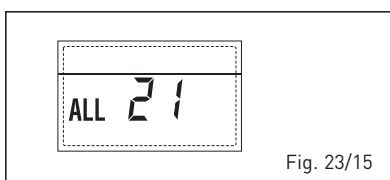

Fig. 23/15
- INTERVENTO TERMOSTATO SICUREZZA SECONDA ZONA MISCELATA "ALL 22" (fig. 23/16)